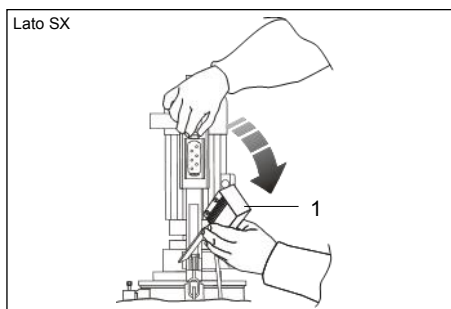

FIG.6 (Presa di alimentazione elettrica solo mod. Plus Mono)
- 1) Togliere la presa di alimentazione elettrica del motoriduttore (FIG.6-Rif.1) solo su mod. Plus Mono;